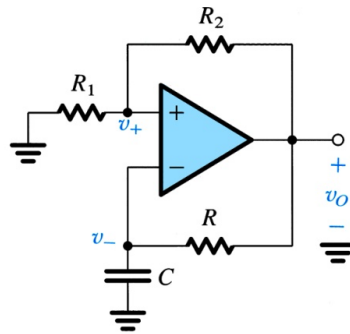

Figure 2.
- Soit le circuit montré à la Figure 2. Expliquez son fonctionnement et tracez quelques périodes de v_+ , v_- et v_o si v_o est initialement saturé à L_+ . Expliquer le rôle de R_1 et R_2 .